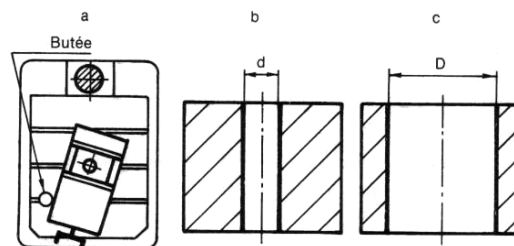

Figure 4
- Brider l'étau ou l'arrêter en rotation par une butée (figure 4.a).
- Centrer le trou, percer un avant-trou d'un diamètre  $d = 1/3$  du diamètre à réaliser (figure 4.b).
- Percer le trou au diamètre voulu ( $D$ ) (figure 4.c).